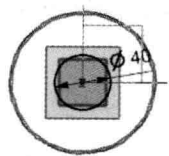

图 1.2.5 草图 1
Step6. 创建图 1.2.5 所示的草图 1。选择下拉菜单 **插入(S)** → **草图(S)...** 命令；选取基准平面 1 为草图平面；进入草图环境绘制草图。绘制完成后单击 **完成草图** 按钮, 完成草图 1 的创作。
所示的艺术样条 1 和图 1.2.5 所示的草图 1 为扫掠的引导线串，并分别单击中键确认。单击“扫掠”对话框中的 **< 确定 >** 按钮。完成扫掠特征 1 的创建。